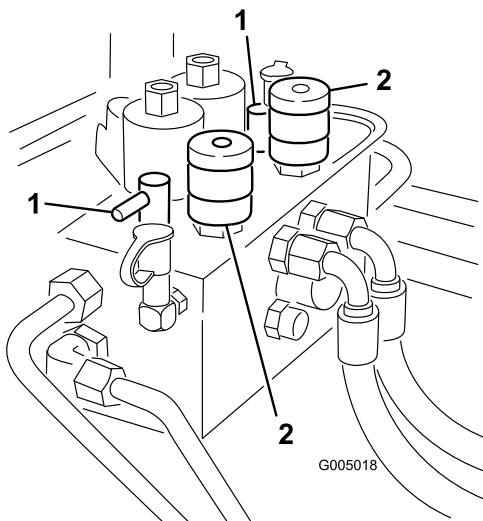

図 83
3. リール速度セクタとバックラップ・ノブ (図 83) を探し出す。バックラップ・ノブをバックラップ位置にセットし、速度ノブを「1」にセットする。